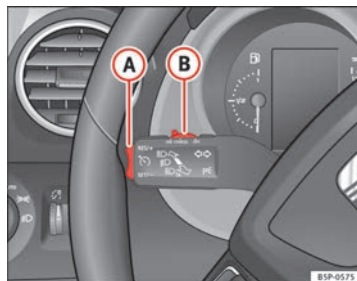

Fig. 150 Leva degli indicatori di direzione e degli abbaglianti: interruttore e tasto di comando del regolatore di velocità
- Quando il veicolo raggiunge la velocità che si desidera impostare, premere una volta sulla parte inferiore del tasto **SET/-** ⇒ fig. 150 **A**.